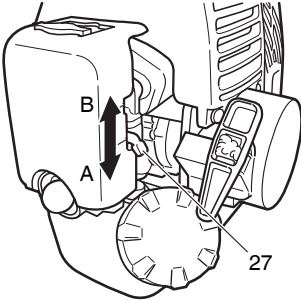

Fig. 24
- Lleve la palanca del estárter (27) a la posición CLOSED (cerrado) (A). (Fig. 24)